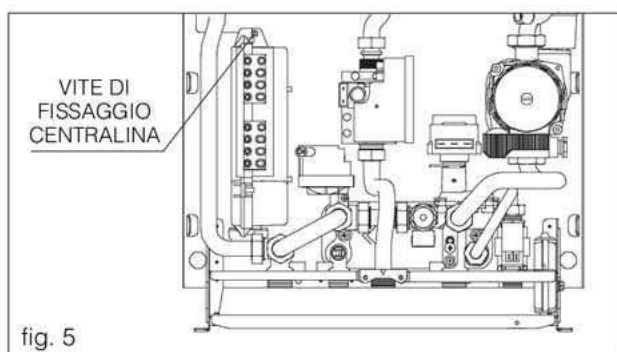

fig. 5
- Sganciare dal telaio la centralina elettronica svitando la vite di fissaggio (fig. 5)